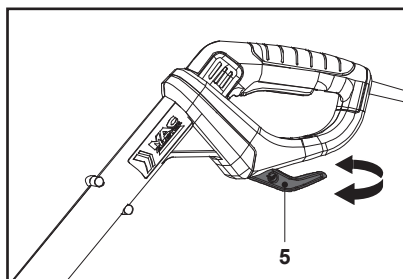

Fig. 27
3. Rentrer le protecteur de plantes (13) si nécessaire.
4. Faire pivoter le support de câble (rotatif) (5) et s'assurer que l'extrémité du support de câble (rotatif) (5) est orientée vers l'arrière (Fig. 27).